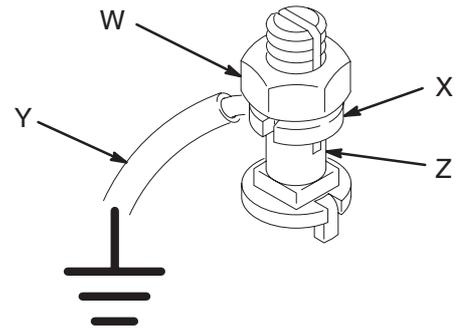

Fig. 2
Bombas Premier: utilizar una abrazadera y un cable de conexión a tierra. Vea la Fig. 2. Afloje la tuerca de apriete (W) y la arandela (X) de conexión a tierra. Introduzca un extremo de un cable de conexión a tierra (Y) de un mínimo de 1,5 mm² en la ranura de la orejeta (Z) y apriete la tuerca firmemente. Conecte el otro extremo del cable a una tierra verdadera. Cable de conexión a tierra y abrazadera, ref. pieza 222011.